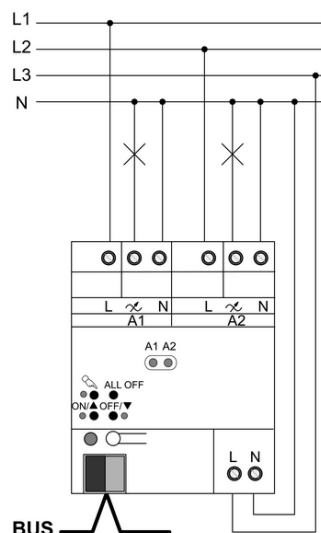

Bild 4: Dimmeraktor - anslutningsexempel
- Anslut enheten enligt anslutningsexemplet (bild 4).